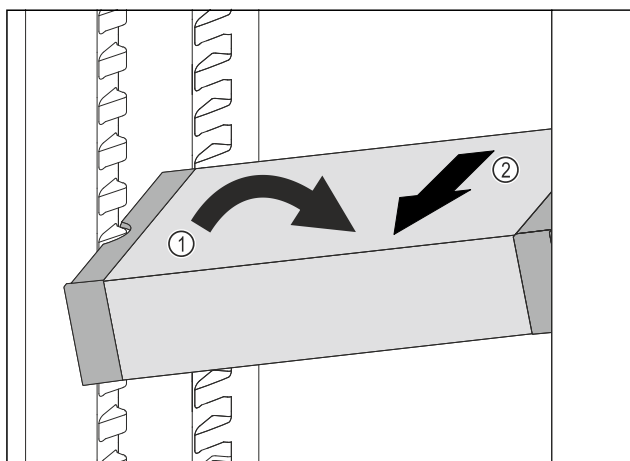

Fig. 94
- VarioSafe ustawić w chłodziarce pod skosem. Fig. 94 (1)
- VarioSafe wyjąć do przodu. Fig. 94 (2)